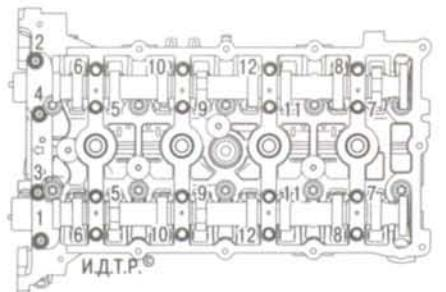

Рис. 5.20. Порядок выворачивания болтов крепления крышек подшипников распределительных валов
6. Выверните болты крепления крышек подшипников распределительных валов в порядке, показанном на рис. 5.20, и снимите распределительные валы.